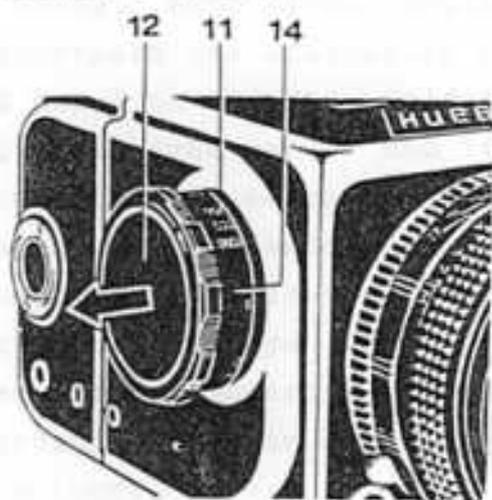
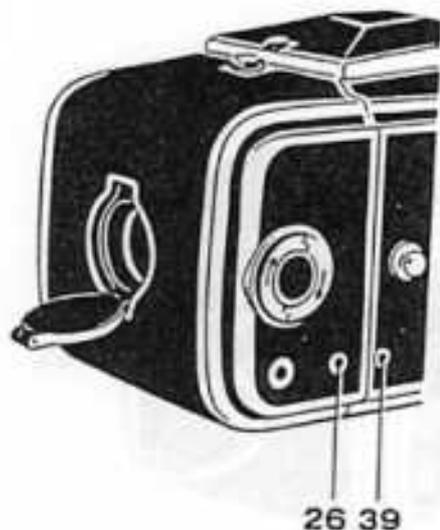

Fig. 10
Fig. 11
L'otturatore (fig. 10) si carica ruotando a fondo la manopola (12) in senso orario fino all'arresto; l'operazione provvede pure a far avanzare la pellicola di un fotogramma e ad abbassare lo specchietto reflex consentendo di inquadrare attraverso il mirino. Gli indici (fig. 11) bianchi indicano che il fotogramma non è ancora stato esposto (26) e che l'otturatore è carico (39).